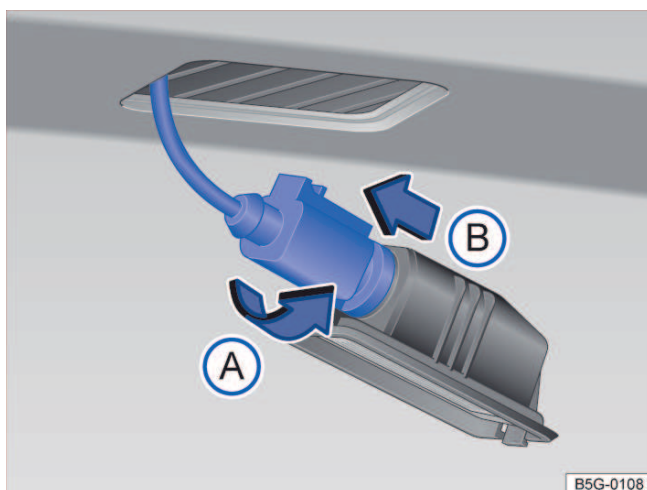

Fig. 138 Lanterna da placa de licença: desinstalar o suporte da lâmpada.
3. Girar o soquete da lâmpada no **sentido anti-horário** → Fig. 138 (A) e retirar o suporte junto com a lâmpada (B).
7. Posicionar o suporte da lâmpada na lanterna da placa de licença e pressionar no sentido contrário ao da seta (A) até o batede.